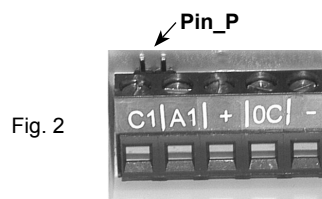

Fig. 2
1. Efectuar uma ponte entre os dois contactos PIN_P situados por trás da régua de bornes (Fig. 2)